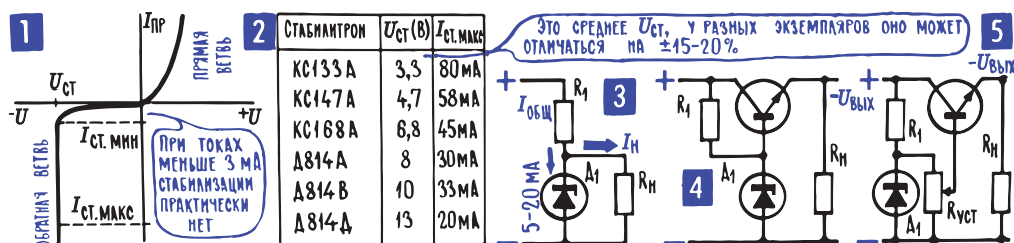
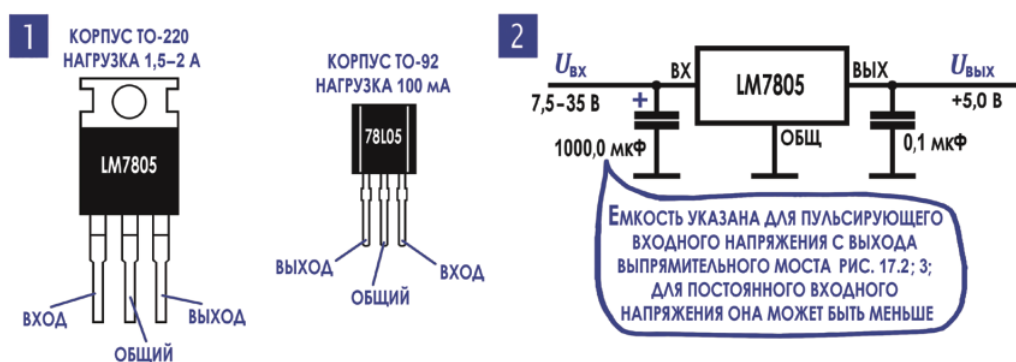

Рис. 17.4. Стабилизаторы напряжения
Рис. 17.6. Интегральный стабилизатор LM7805
Основа большинства стабилизирующих схем – особый кремниевый диод, стабилитрон (рис. 17.4; 1), который сам по себе предназначен для стабилизации напряжения. Особенность его состоит в том, что в определенном режиме при обратном включении сопротивление этого диода сильно меняется при изменении пропускаемого им тока (такая характеристика у стабилитрона получается за счет определенных свойств самого полупроводникового материала), и в итоге напряжение на диоде остается неизменным. Если собрать делитель с кремниевым стабилитроном (рис. 17.4; 2) и менять подводимое к этому делителю напряжение, то сопротивление дио-
Используя стабилитрон в качестве источника опорного постоянного напряжения, можно создать электронную схему, которая будет управлять работой транзисторного фильтра и менять его режим таким образом, чтобы напряжение на выходе во всех случаях оставалось неизменным. Это настоящий электронный автомат со следящей системой (гл. 15; 5) – он следит за изменением подводимого напряжения. И с памятью в виде стабилитрона: на нем записано опорное напряжение, по которому нужно равняться (рис. 17.4; 4). Некоторые варианты стабилизированного выпрямителя, например схема, показанная на рис. 17.4; 5, позволяют в широких пределах регулировать выпрямленное напряжение  $U_{вых}$ . Изменяя с помощью  $R_{уст}$  «минус» на базе, мы меняем опорное напряжение и в итоге выпрямленное напряжение  $U_{вых}$ , которое достается нагрузке.
**Примечание редактора.** Обращаю внимание читателя на то, что схемы рис. 17.4; 4, 5 представляют собой не что иное, как эмиттерный повторитель (см. гл. 12; 8). У него высокое входное сопротивление (поэтому он почти не шунтирует стабилитрон, не выводя его из режима стабилизации) и низкое выходное (поэтому  $U_{вых}$  мало зависит от изменений тока нагрузки). У такой схемы, однако, есть недостатки, так как наклон обратной характеристики стабилитрона (обратная ветвь на рис. 17.4; 1) хоть и велик, но не представляет чистый перпендикуляр к оси напряжений (другими словами, величина  $\Delta U_{ст.} / \Delta I_{ст.}$  называемая дифференциальным сопротивлением, у стабилитронов не равна нулю, а представляет собой довольно большую величину порядка десятков ом). Поэтому колебания входного напряжения и из-за пульсаций, и из-за изменения тока потребления хоть и малы, но все-таки сказываются на напряжении стабилитрона и без изменений передаются в нагрузку.
Для снижения этого эффекта и стабилитрон, и выход схемы обязательно шунтируют электролитическими конденсаторами (на рис. 17.4; 4, 5 не показаны), часто вдобавок к ним устанавливают керамические малой емкости для лучшего снижения высокочастотных помех, как указано выше. Но все-таки коэффициент стабилизации такой схемы недостаточен для получения качественного питания.
определяется параметрами выпрямителя) и выходным  $U_{\text{вых}}$  (которое определяется параметрами стабилизатора) выделяется в виде тепла на транзисторе. Тепловая мощность в ваттах определяется током нагрузки  $I_{\text{нагр}}$  и подсчитывается по простой формуле  $(U_{\text{вх}} - U_{\text{вых}}) \cdot I_{\text{нагр}}$ . При большой разнице по напряжению между входом и выходом и существенной нагрузке количество тепла может быть велико настолько, что транзистор придется ставить на большой теплоотвод, и лишь малая часть энергии пойдет в нагрузку – будете зазря отапливать окружающую среду. Но и слишком малая разница тоже неприемлема, так как при снижении тока через стабилизатор ниже уровня его стабилизации никакой стабилизации уже не будет (рис. 17.4; 1). Поэтому при нестабильной нагрузке и «гуляющем» входном напряжении всей схемы расчет и самого линейного стабилизатора, и входного выпрямителя для него – довольно тонкая задача балансировки между двумя крайностями.
11 Или в схеме со стабилизацией (рис. 17.4; 4) взять стабилизатор с номиналом поменьше.
**10. Дополнение от редактора: современные стабилизаторы напряжения.** Уже в 1970–1980-е годы были широко распространены интегральные стабилизаторы напряжения. По функциональности они повторяли схему со стабилитроном, показанную на рис. 17.4; 4, но имели несравненно более высокий коэффициент стабилизации, быстродействие, необходимое для обработки быстрых перепадов тока потребления, и температурную стабильность. Подобные стабилизаторы (называемые линейными) выпускались на ряд фиксированных напряжений (обычно 3,3, 5, 9, 12 и 15 В), а также регулируемые в определенном диапазоне с помощью внешнего переменного резистора, как на рис. 17.4; 5. Одним из самых первых таких стабилизаторов и самым известным стала микросхема под общим названием LM78xx, где xx – напряжение стабилизации (05, 12 и т. д.). Внешний вид этой микросхемы в двух исполнениях (мощном на токи до 1,5–2 А и маломощном на ток до 100 мА) показан на рис. 17.6; 1, а типовая схема включения в расчете на напряжение 5 В – на рис. 17.6; 2. Отечественный аналог – серия К142ЕН.